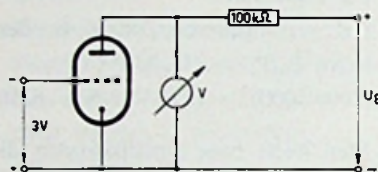

Fig.11
2. Een triode is ingesteld met een vaste negatieve roosterspanning van -3 V. In de anodekaten is een weerstand van $100 \text{ k}\Omega$ opgenomen (zie fig. 11). Bij een voedingsspanning U_B van 250 V meten we met de voltmeter V een